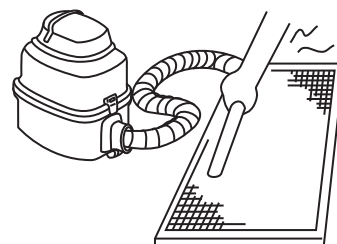

fig.9-3
- Le côté d'admission de l'air doit être orienté vers le haut lorsque l'on utilise un aspirateur. (Voir fig.9-3)